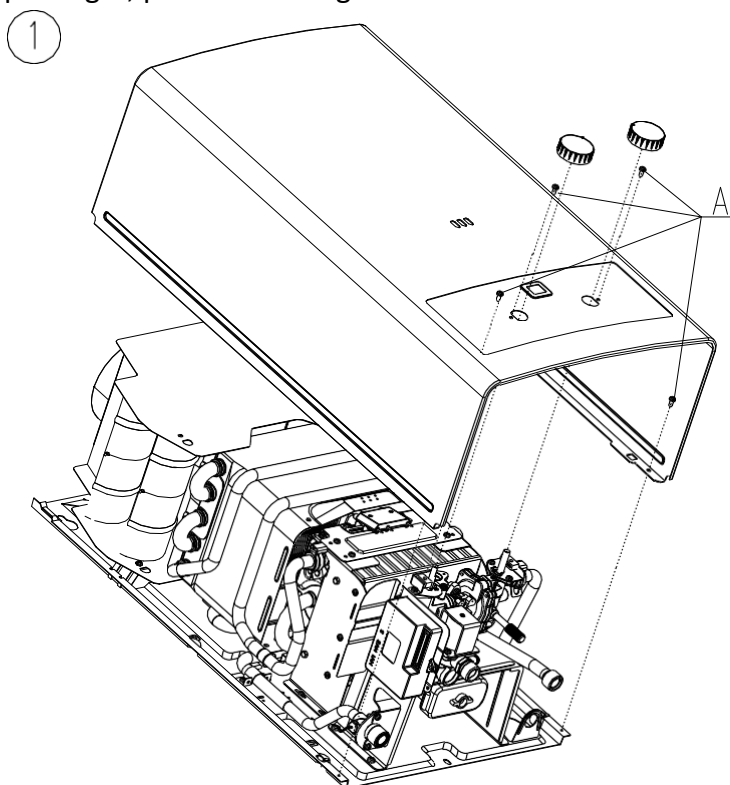

fig. 15
1. Fechar a alimentação de gás e água. Remover o parafuso 4 e o manípulo no painel anterior do aparelho (fig. 15, passo A) e remover o painel dianteiro; o trabalhador deve remover o painel dianteiro para baixo e afrouxar a conexão e, em seguida, mover para cima para removê-lo da guia.